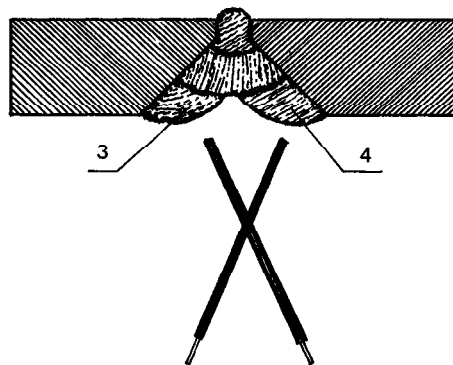

Figura 2.130
- 1. Varíe la inclinación del electrodo en los cordones 3 y 4 (Figura 2.130).